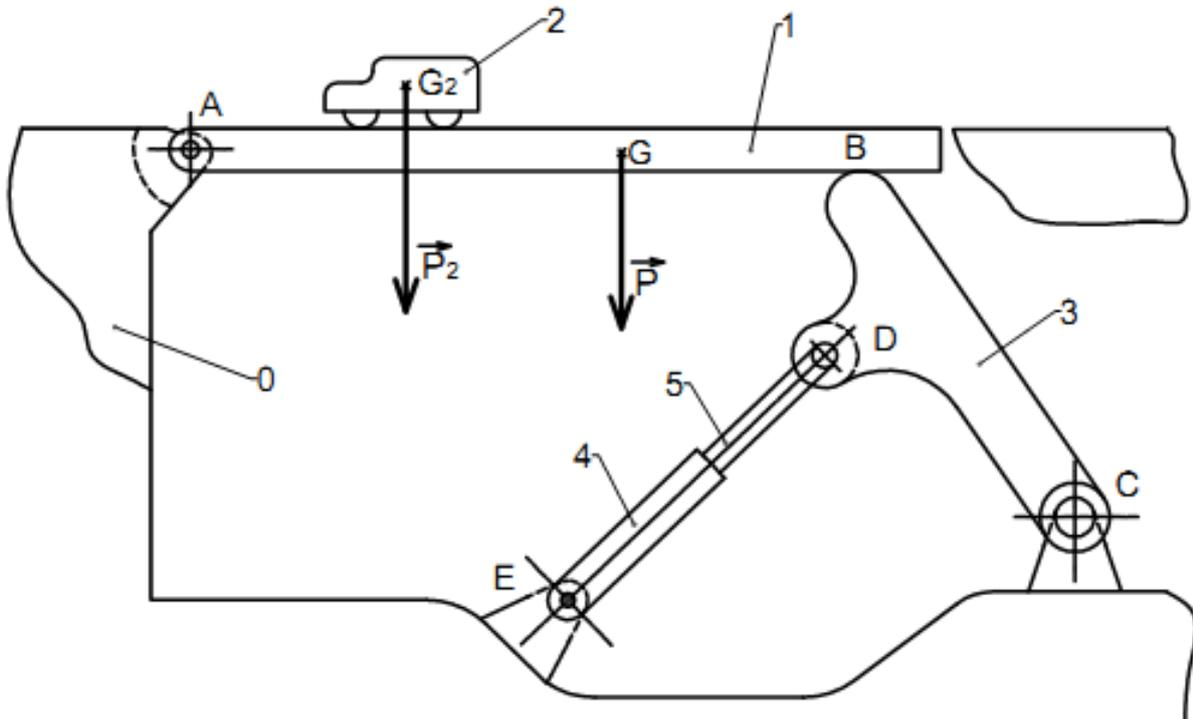

Figure 1 : PASSERELLE
La passerelle représentée (Figure 1), est utilisée pour permettre l'accès des véhicules dans les zones de chargement.
- L'ensemble est en équilibre dans la position de la figure 1.
A.4 – Le diamètre intérieur du vérin est de 50 mm. Calculer la pression dans la chambre arrière du vérin **4+5** pour maintenir l'ensemble en équilibre dans la position de la figure 1. (1pt)